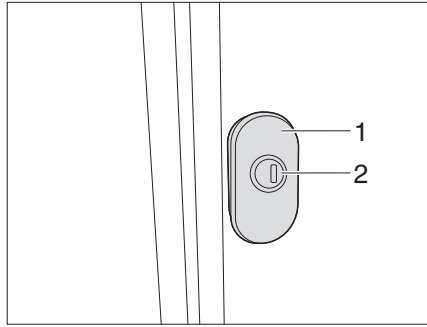

Fig. 52 Manopola di chiusura girevole (variante 1)
- Inserire la chiave nel cilindro della serratura (Fig. 52/53,1) e ruotare di un quarto di giro. La serratura dello sportello è sbloccata.
- Tirare la manopola di chiusura girevole (Fig. 52/53,2) e ruotare di 180° in senso antiorario. Lo sportello esterno è aperto.